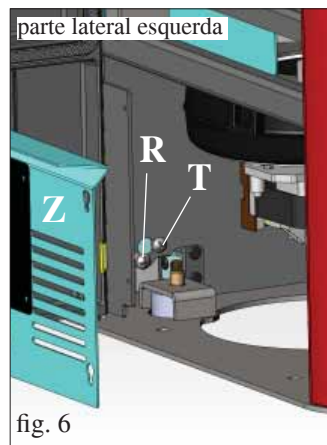
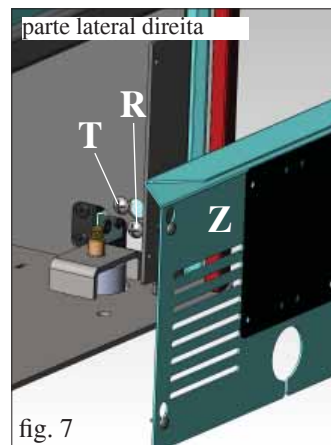

fig. 6
fig. 7
Montar o cotovelo de junção com faixa fornecidos em dotação na boca da saída fumos (D - fig. 6).
Retirar o diafragma pré-cortado pelo lado em chapa para permitir a passagem do tubo saída fumos (não em dotação) (fig. 6). Completar a operação fixando o florão de fecho em dotação (E-fig.7) através dos parafusos em dotação, após ter montado a parte lateral em metal.
Verificar o alinhamento vertical das partes laterais em cerâmica (C) e efetuar eventuais regulações através dos parafusos postos sobre o elemento de cobertura (V - fig. 5) e, no interior da salamandra, através dos parafusos (R - fig. 6/7).
Importante: antes de efetuar a operação retirar o painel zincado (Z - fig. 6/7) em ambos os lados e afrouxar os parafusos de travamento (T - fig. 6/7).